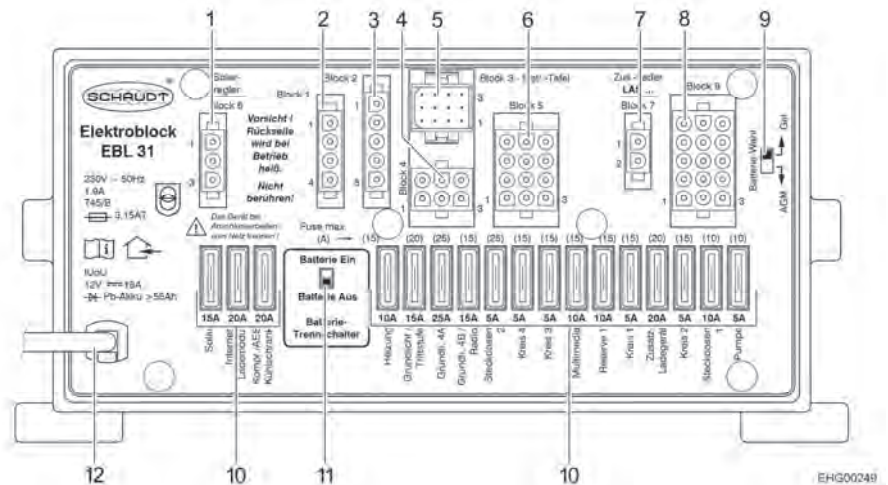

Bild 100 El-block (EBL 31)
- ▷ För alla elektriska 12 V-förbrukare från spänningsförsörjningen och för att undvika urladdning av bodelsbatteriet, ställ in batteri-brytaren (Bild 100,11) på el-blocket på "Batterie Aus" (batteri från).
- ▷ Förbrukare som själva el-blocket, panelen, värmaren, solcellsladdningsregulatorn (i förekommande fall) och andra enheter förbrukar en liten mängd standby-ström och laddar därmed, med tiden, ur batteriet i bodeln. Därför bör du ställa batteri-brytaren (Bild 100,11) på el-blocket på "Batterie Aus" (batteri från) om fordonet inte ska användas under en längre tid.